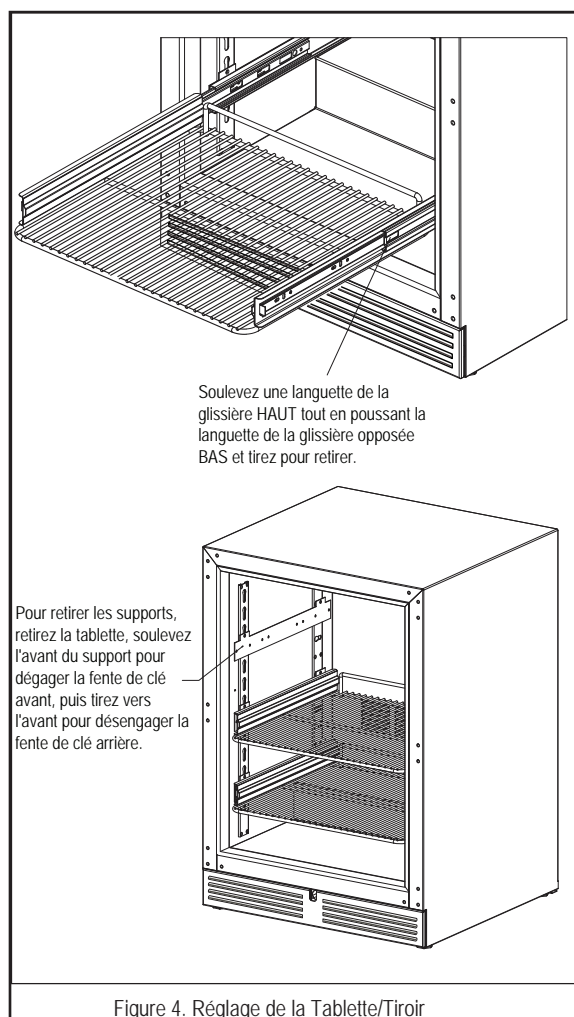

Figure 4. Réglage de la Tablette/Tiroir
1. Tirez la tablette/le tiroir vers sa position la plus éloignée. Localisez les languettes au milieu des deux glissières. Soulevez une languette vers le HAUT tout en poussant la languette opposée vers le BAS et tirez la tablette/le tiroir vers l'extérieur (Figure 4).